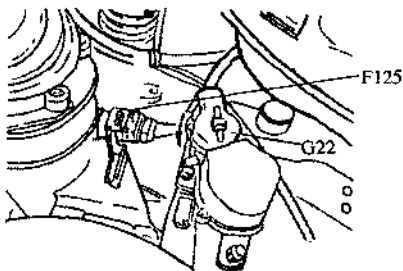

图 4.17 拆下转速表传感器插头
②5 逆时针旋转 8 脚接头的卡扣, 从变速器上拔下插头。
②6 拆下转速表传感器 (G22) 的插头, 按箭头方向将插头推向锁紧杆, 从多功能开关 (F125) 上拔下插头, 如图 4.17 所示。